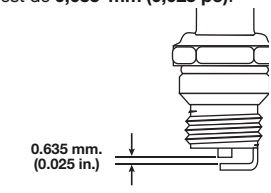

Fig. 25
- Remplacez toute bougie fendillée, encrassée ou sale. Réglez l'écartement à 0,635 mm (0,025 po) à l'aide d'une jauge d'épaisseur (Fig. 25).